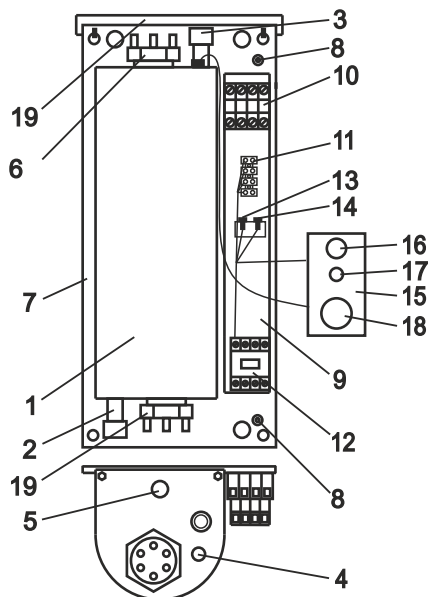

Рисунок 2 (кожух не показан):
4.2 Приборы ЭВАН-С2 -3; -4; -5; -6; -7; -9; -12; -15; -18; -21; -24; -30 в соответствии с рис. 2 состоят из следующих основных частей:
- котла (1) с входным (2) и выходным (3) патрубками G 1 наружн. для ЭВАН-С2-3-7, G 1 $\frac{1}{4}$ внутр. для для ЭВАН-С2-9-30, датчиком терморегулятора (4), аварийным самовозвратным термовыключателем (5), отключающим прибор при 92° С, и блоками трубчатых электронагревателей (ТЭН) (6);
- панели (7) с зажимом заземления (8) для подключения защитного проводника РЕ;
- кронштейна (9) с размещенными на нем клеммным блоком (10) зажимом клеммным (11) для подключения циркуляционного насоса и датчика температуры воздуха, пускателем (12), предохранителем цепи управления (13) и предохранителем циркуляционного насоса (14);
- панели управления (15) с расположенными на ней элементами управления и сигнализации:
- выключателем «Сеть» (16);
- сигнальной лампой «НАГРЕВ» (17);
- терморегулятором (18), служащим для установки температуры нагрева теплоносителя.